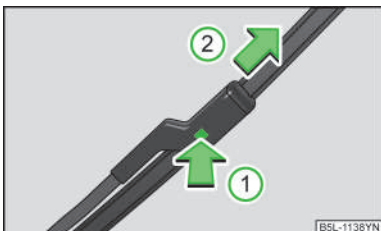

图 142
- 按压防松件 1，图 142 将刮水片解锁，然后沿箭头方向 2 拔出。